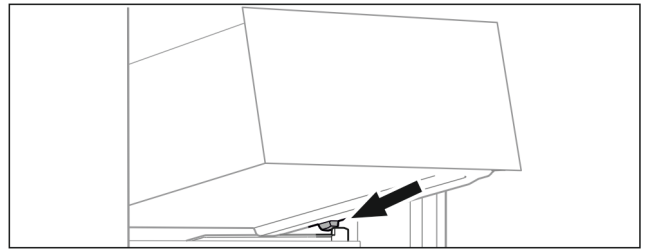

Fig. 121
- ▶ Sett skuffen på skrå bak stopperne på beholderribben. (se Fig. 121)